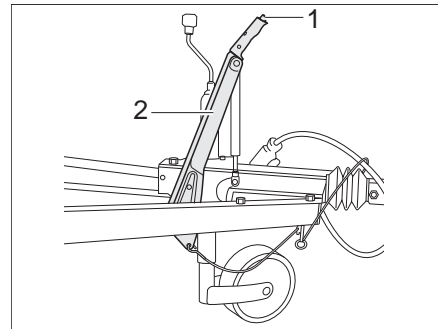

Bild 14 Alternativ: Parkeringsbromsen
- Lossa parkeringsbromsen: tryck på låsknappen (Bild 14,1) och för bromsspaken (Bild 14,2) nedåt.